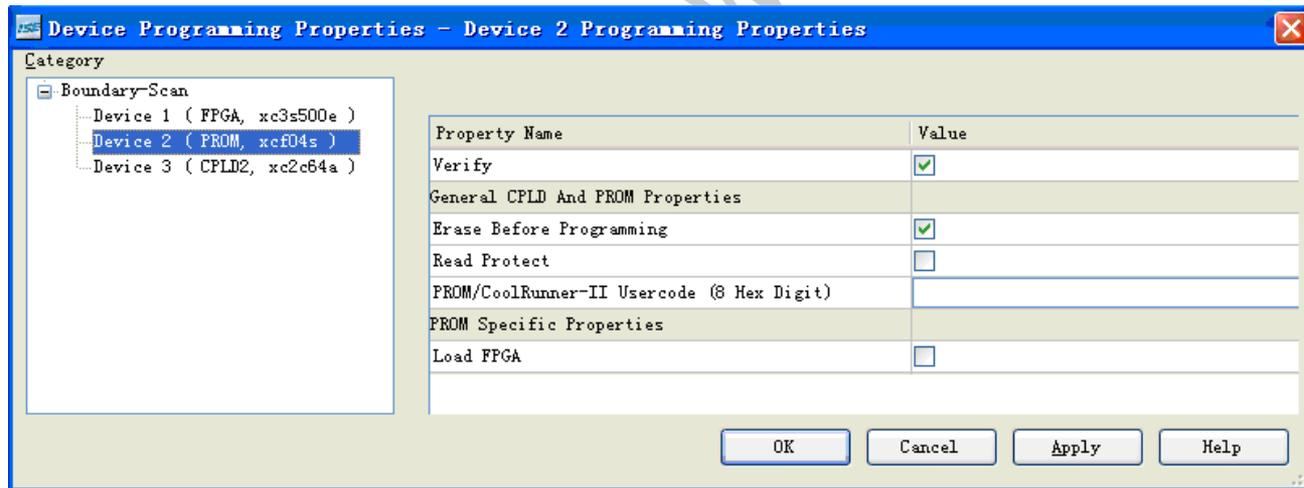
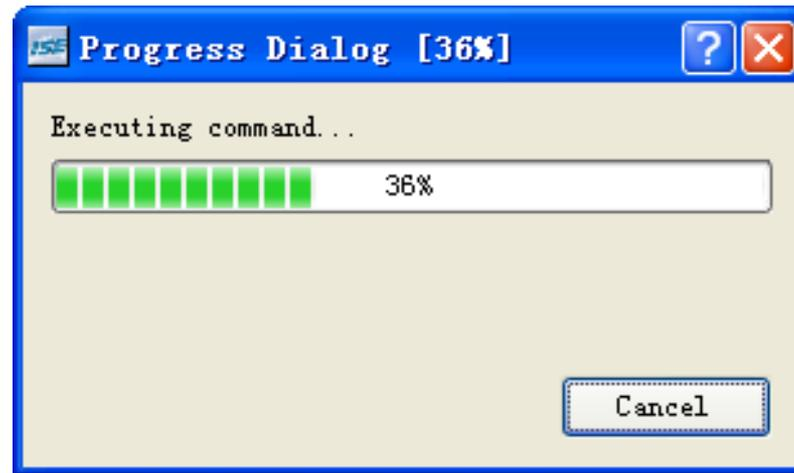

图48 PROM配置设置对话框
图49 PROM配置进度条
- (8) 单击工具栏的“”按钮，初始化JTAG链，并在PROM芯片上双击，可弹出PROM配置文件选择界面，选择刚才生成的MCS文件。这一过程和为FPGA芯片选择bit文件是一致的。
- (9) 在PROM芯片上点击右键，选择“Program”命令，会弹出图48所示的对话框。
- 点击图48中的“OK”按钮，即开始配置PROM芯片，并弹出图49所示的进度条。